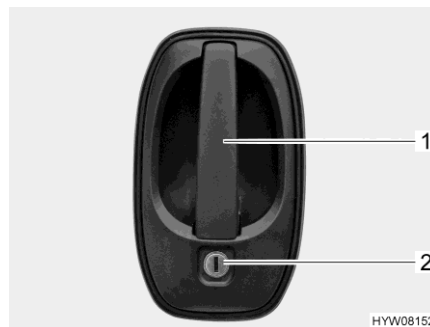

Bild 28 Türschloss (Fahrertür/Eingangstür außen)
- Schlüssel in Schließzylinder (Bild 28,2) stecken und drehen, bis das Türschloss entriegelt ist.
- Am Türgriff (Bild 28,1) ziehen. Die Tür ist geöffnet.
- Schlüssel in Schließzylinder (Bild 28,2) stecken und drehen, bis das Türschloss verriegelt ist.